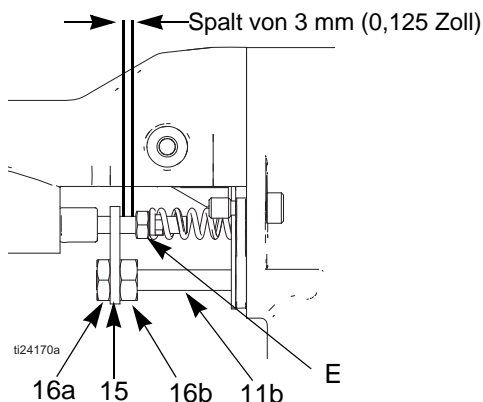

FIG. 23. Stellgliedeinstellung
2. Die Luftkappe ausbauen (siehe Seite 28). Das Pistolenabdeckblech (26) entfernen.
3. Gegenmutter (16), Stellglied (15) und Einstellmutter (16) entfernen. Siehe hierzu FIGURE 23.
Siehe hierzu FIGURE 23.
4. Die Gegenmuttern (16a) und das Stellglied (15) entfernen. Siehe hierzu FIGURE 23.